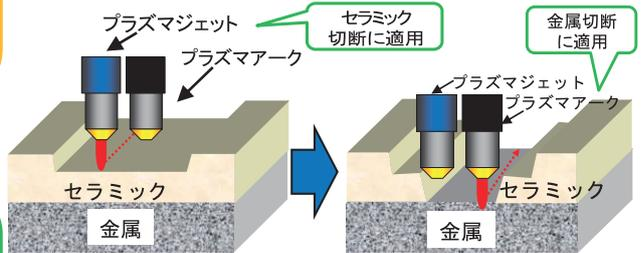

図2 非導電材と導電材が積層時の連携切断例
- **金属がセラミックに覆われた積層構造材料**プラズマジェットで段階的にセラミック(10mm厚)を切断(破碎)、金属(ステンレス、35mm厚)面の露出後はプラズマアークを適用(図2.)